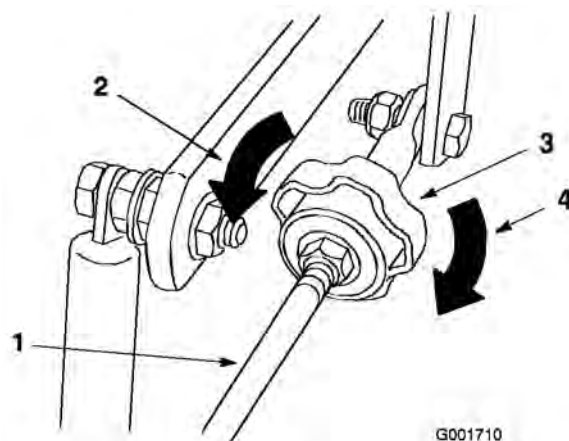

Figure 44
4. Réglez la correction directionnelle comme suit (Figure 44) :